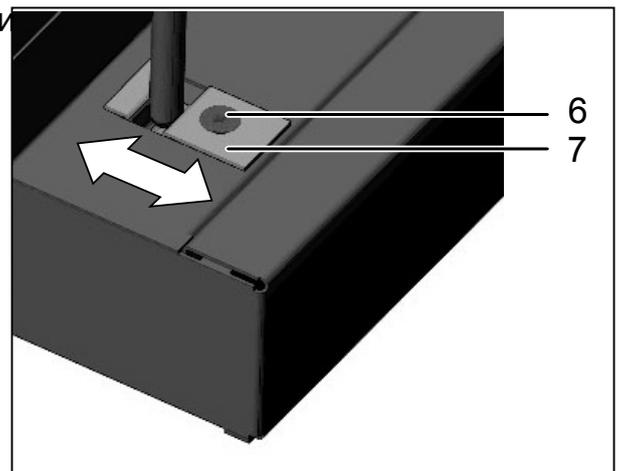

рис. 39 Регулировка дверной пластины замка
1. Открутите потайной винт (5) (резко, так как он зафиксирован специальным лаком).
2. Путем поворота эксцентрика (3) с помощью отвертки отрегулируйте дверцу.
Дверную пластину замка (рис. 39) после откручивания винта (6) также можно отрегулировать в направлении стрелки:
1. Открутите винт (6).
2. Сдвиньте дверную пластину замка (7) в направлении стрелки.